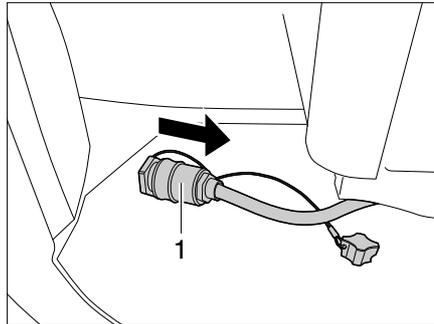

Bild 55 Elektroverbindung lösen
- Elektroverbindung (Bild 55,1) lösen.